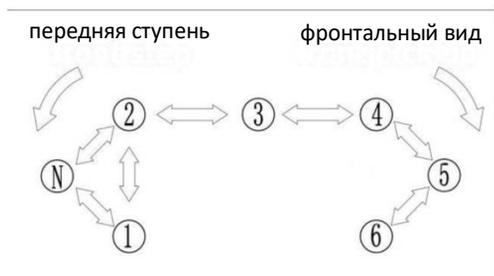
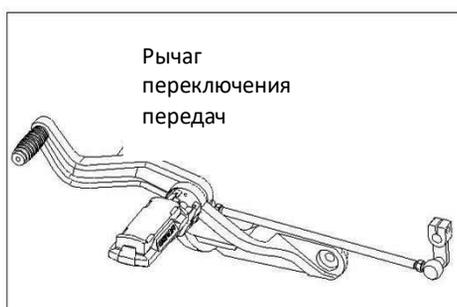

Рисунок 12 Схема переключения передач
Рисунок 13 Рычаг переключения передач
4.1. Переключение передач (Рис. 12, Рис. 13)